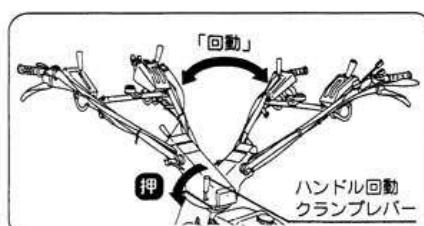

図52
- ②ハンドル回動クランプレバーを押し下げて、ハンドルを時計回り【左方向】にゆっくり旋回して、逆転の位置で固定してください。(図52)